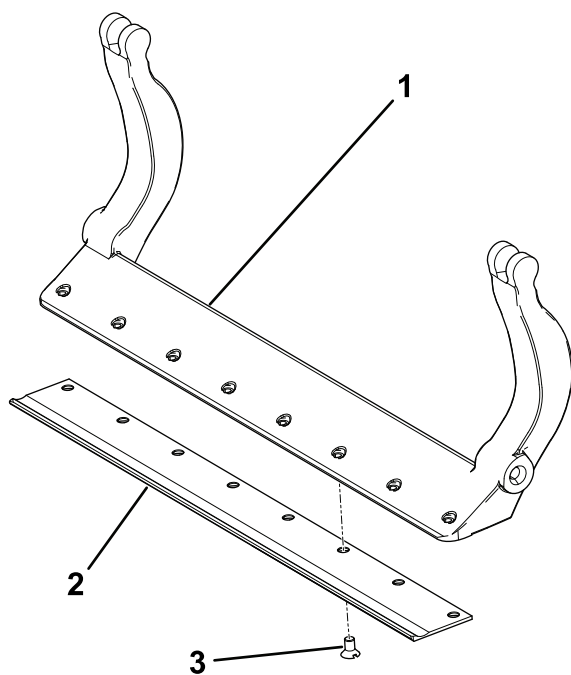

図 34
B. ベッドナイフの中央から交互に左右に、各ねじを 23-28 N·m 2.3-2.9 1 kg·m = 200-250 in-lb にトルク締めする 図 34 を参照。
3. ベッドナイフ固定ボルトに固着防止パウンドを塗ってベッドナイフをベッドバーに固定する 図 34。
A. 外側の 2 本のねじを 1 N·m 1.15 kg·m = 10 in-lb にトルク締めする 図 34 を参照。